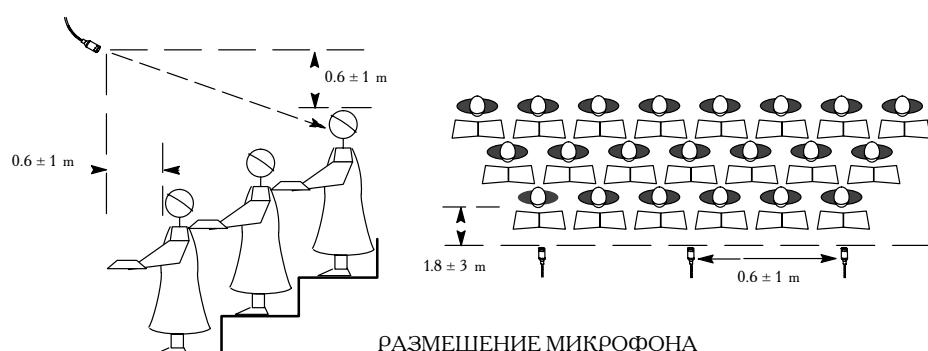

РИС. 1
1. Для озвучивания хоров, подвесьте микрофон перед первым рядом исполнителей на расстоянии 0.6 – 0.9 м и на 0.6 – 0.9 м выше голов исполнителей последнего ряда. Направьте микрофон на задний ряд (см. Рис. 1).